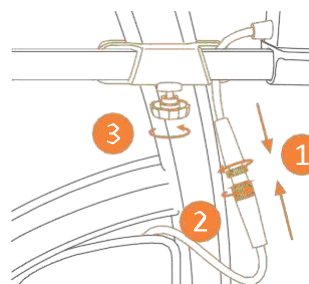

Figura 12: Conectar (1 y 2) y apretar (3) la perilla con las tuercas.
b. Vuelva a conectar el cable (1)(2) y apriete el Joystick girando la perilla (con las tuercas) en el sentido de las agujas del reloj (Figura 12). (**Figura 12**) .